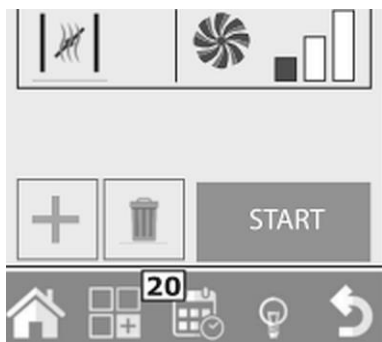
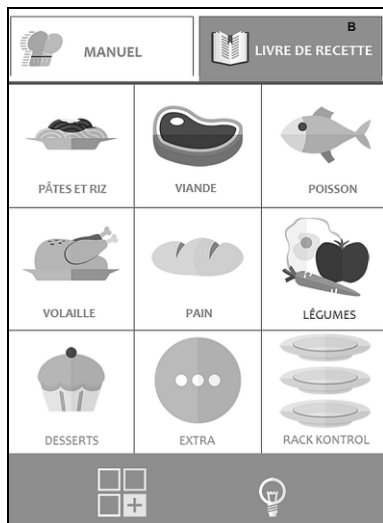

Fig. 25
Fig. 27
5. Sélectionner dans le menu « Fonctions » (20, Fig. 25) « Sauvegarder » et ensuite, « Copier »
1. Pour déplacer un programme de cuisson d'un groupe à l'autre, ouvrir le programme de cuisson désiré et appuyer sur la touche « Fonctions » (20, Fig. 25).
2. Sélectionner ensuite « Sauvegarder » et après « Déplacer » (Fig. 27).
Après l'ouverture du programme de cuisson, appuyer sur la touche « Fonctions » (20, Fig. 25), sélectionner « Sauvegarder » et ensuite « Renommer » (Fig. 27). Saisir le nouveau nom à l'aide du clavier et appuyer sur entrée.
1. Après l'ouverture du programme de cuisson qui doit être supprimé, appuyer sur la touche « Fonctions » (20, Fig. 25), sélectionner « Sauvegarder » et « Effacer » (Fig. 26).
L'appareil est livré avec une série de programmes de cuisson préenregistrés dans la mémoire de l'appareil. Les programmes sont répartis selon les types de produits (viande, poisson, légumes, etc.) Il peuvent être affichés à partir de la liste « Livre de recettes » (B, Fig. 27).
Une pression sur le champ de commande « Livre de recettes » (B, Fig. 27) permet d'afficher les programmes de cuisson triés selon les catégories des produits, comme p.ex. la viande, le poisson, les légumes, etc. Une fois la catégorie souhaitée sélectionnée, une liste de tous les programmes de cuisson correspondants à cette catégorie s'affiche.